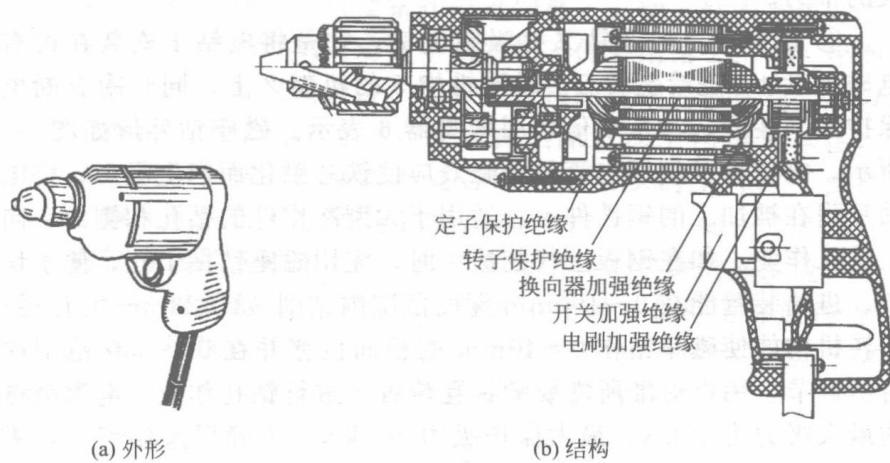

图 1-5 手枪式电钻
① 手枪式（如图 1-5 所示）。一般规格为 8mm，即最大钻削孔径为 8mm。近年来，有些安装了 12mm 的钻夹头，但在钻削时要